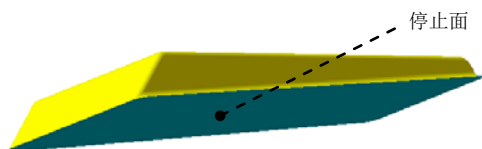

图 12.2.35 成形工具 1
(3) 定义切除深度属性。在“切除—拉伸”对话框 **方向 1** 区域的 下拉列表中选择 **完全贯穿** 选项。
(4) 单击 按钮，完成切除—拉伸 3 的创建。
Step19. 创建图 12.2.35 所示的零件特征——成形工具 1。
(1) 选择命令。选择下拉菜单 **插入(I)** → **钣金(B)** → **成形工具** 命令。
(2) 定义成形工具。激活“成形工具”对话框的 **停止面** 区域，选取图 12.2.35 所示的模型表面作为成形工具的停止面。